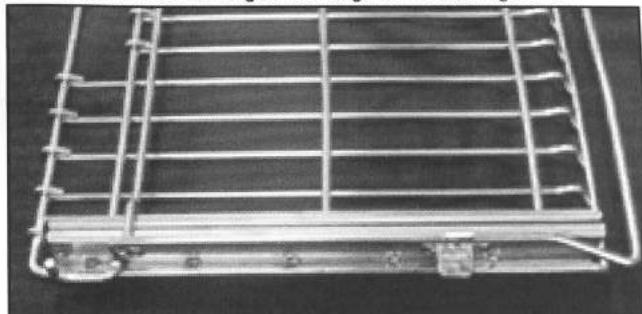

FIGURE 9
23. Placer la grille à l'envers sur une surface plane protégée qui soutient toute la largeur de la grille. Voir la *Figure 9*.